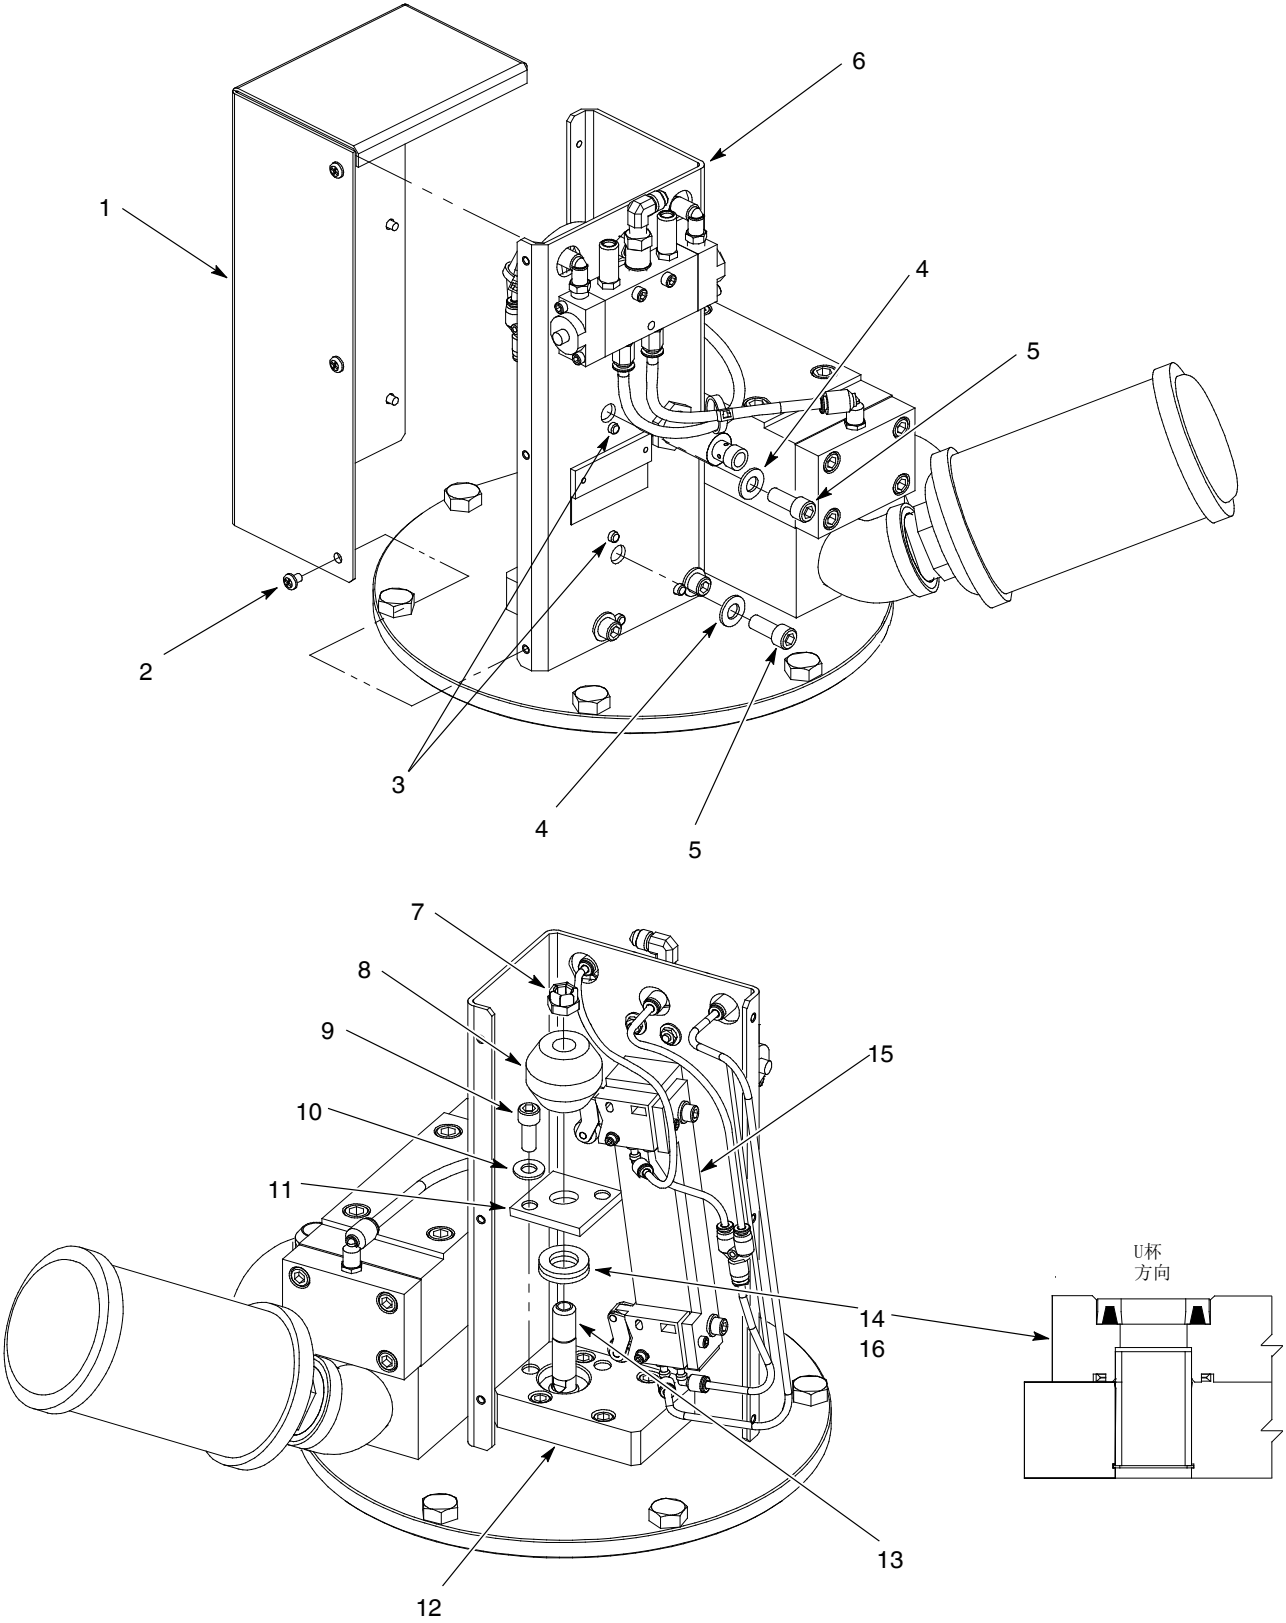

图 9 更换跳闸杆U杯
1. 详见图9。拧下用于将护盖(1)固定至跳闸杆组件(6)的螺钉(2)。
1. 详见图9。使用TFE润滑脂(16)润滑新U杯(14)。如图所示，将U杯插入到跳闸杆固定器(12)中。